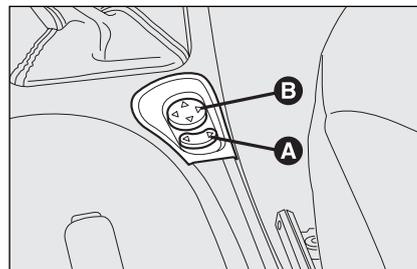

fig. 39
- mediante il selettore **A-fig. 39** selezionare lo specchio (sinistro o destro) su cui eseguire la regolazione;